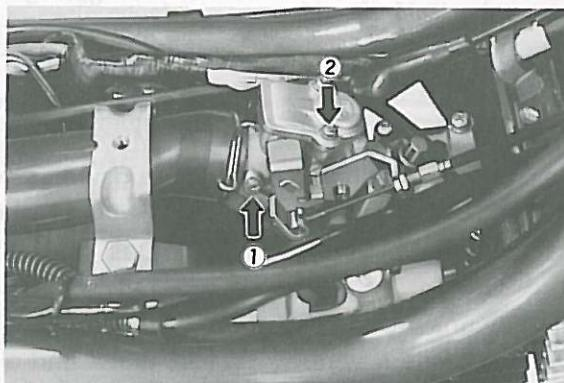

Fig. 2-3-1
This adjustment can be made with engine stopped. (Fig. 2-3-1)
Turn throttle stop screw (2) in or out to achieve smooth engine operation at idle speed specified in Carburetor Setting Table. (Fig. 2-3-1)
Visser la vis de richesse du ralenti (1) à fond, sans forcer et, à partir de cette position, la dévisser de 1-1/2 (LB50IIAP), 1-3/4 (LB80IIA) tour. Ce réglage peut être effectué moteur arrêté. (Fig. 2-3-1)
Tourner la vis butée du ralenti (2) dans un sens ou dans l'autre, de manière à obtenir le régime de ralenti spécifié au tableau des caractéristiques du carburateur. (Fig. 2-3-1)
Die Einstellschraube (1) drehen bis sie leicht aufsitzt, danach diese um 1-1/2 (LB50IIAP), 1-3/4 (LB80IIA) Umdrehungen zurückdrehen. Diese Einstellung kann bei stehendem Motor vorgenommen werden. (Fig. 2-3-1)
Die Leerlaufdrehzahlschraube (2) ein- oder ausdrehen, um gleichmäßigen Motorlauf bei der in der Vergasereinstelltafel aufgeführten Drehzahl zu erzielen. (Fig. 2-3-1)